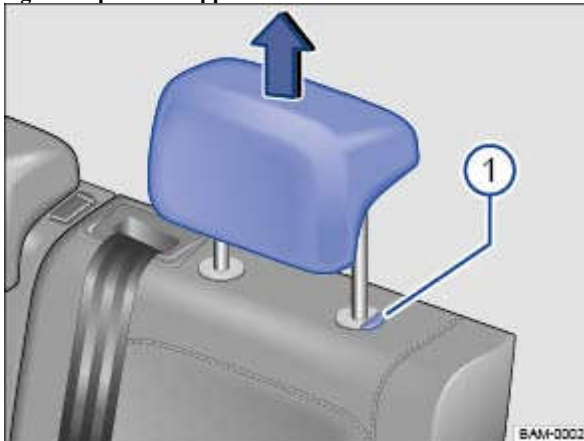

Fig. 55 Dépose de l'appuie-tête arrière
- Retirez entièrement l'appuie-tête en appuyant sur la touche → Fig. 55 ① .
- Déplacez vers le bas l'appuie-tête en appuyant sur la touche → Fig. 55 ① .